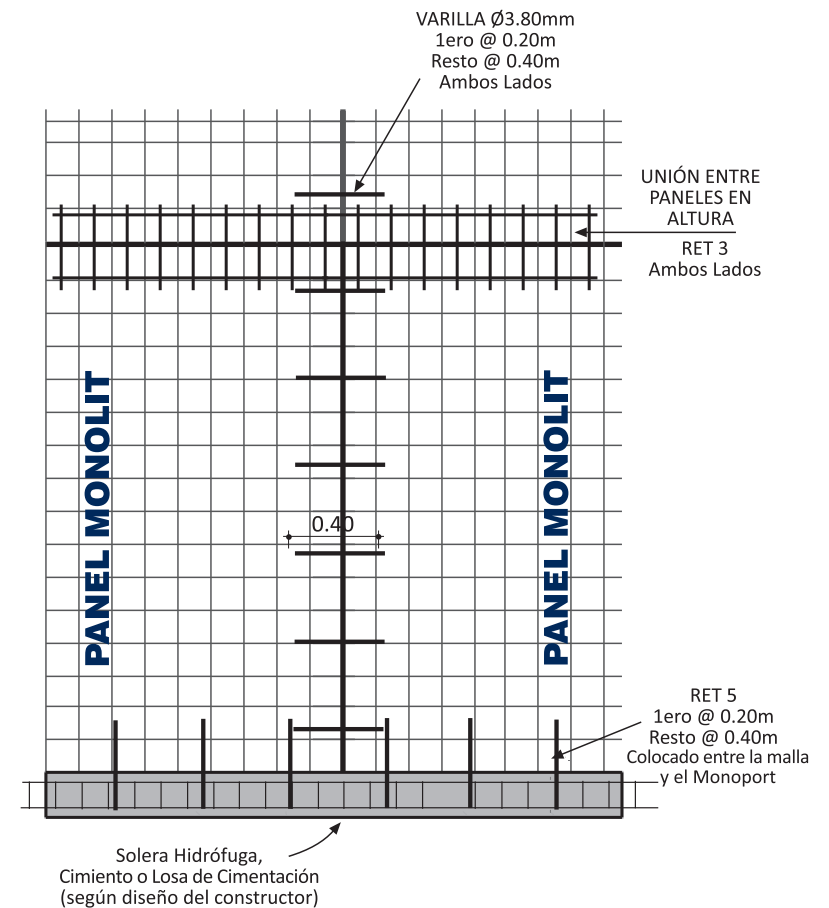

Figura No. 4
1.4 UNIÓN ENTRE PANELES: El Panel MONOLIT incluye en su diseño un excedente de ELECTROMALLA para el debido empalme entre dos unidades (Figura No.4). Se debe colocar una varilla de 3.80mm en sentido horizontal, de 40cm de largo a cada 40cm para un mejor empalme, como se indica en la figura No. 4.